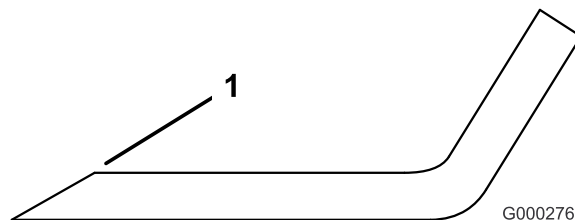

Figure 62
1. Au moyen d'une lime, aiguissez les tranchants aux deux extrémités de la lame (Figure 62). Veillez à conserver l'angle de coupe d'origine. Limez la même quantité de métal sur chacun des deux tranchants pour ne pas déséquilibrer la lame.